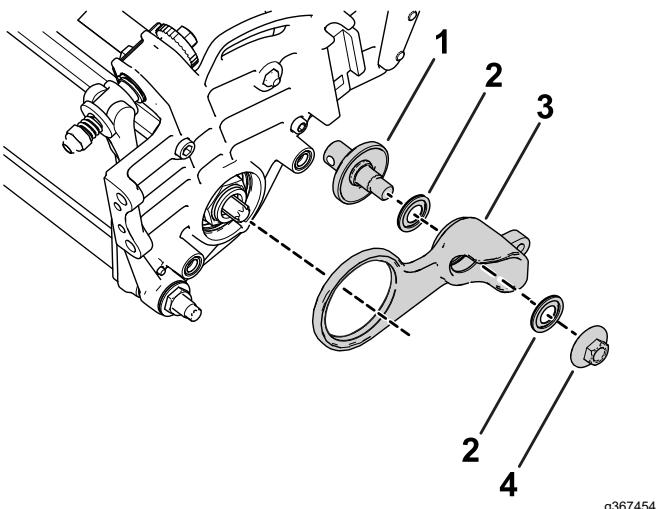

Bild 10
1. Montieren Sie alle losen Teile an den Riemscheiben, wie in Bild 10 abgebildet.